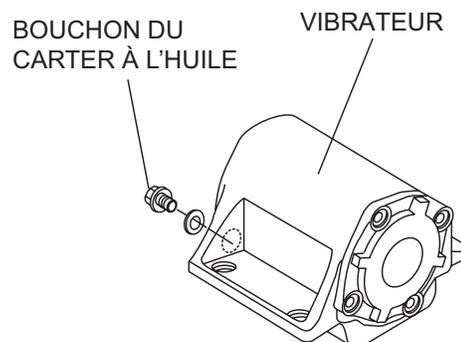

Figure 10. Bouchon du carter à l'huile du vibreur
2. Vérifier le niveau de l'huile du vibreur en retirant le bouchon du carter d'huile (jauge d'huile du vibreur) tel qu'indiqué à la Figure 10. Le niveau de l'huile devrait être au niveau du bouchon de l'huile. Le vibreur contient 140 cc (environ 0,3 pinte). **IMPORTANT** : S'il manque de l'huile, remplir en utilisant uniquement de l'huile à moteur SAE10W-30.
2. Placer l'interrupteur **ON/OFF** du moteur (Figure 10) à la position **OFF**.